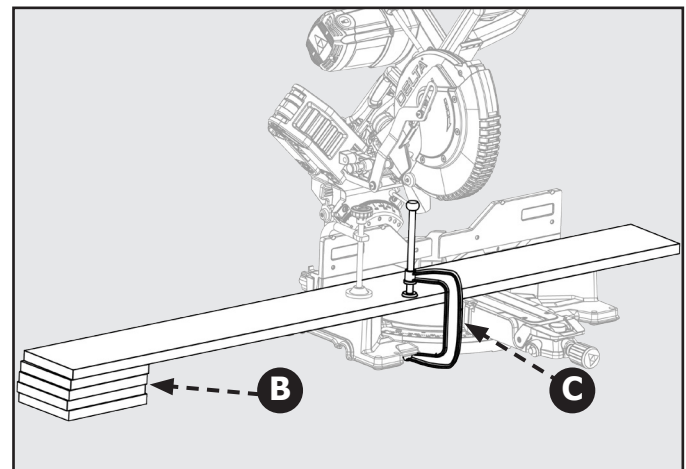

Figure 16
Dans la plupart des cas, les rallonges de table incluses (supports de pièce) suffiront pour supporter des pièces plus longues. Si celles-ci ne sont pas assez longues, la pièce doit être soutenue plus loin de la scie. Un support supplémentaire (B) peut être utilisé pour placer la pièce à plat sur la table de sciage. Utilisez l'étau inclus ou une presse en C (C) pour immobiliser la pièce sur la table de la scie à onglets. Voir figure 16.